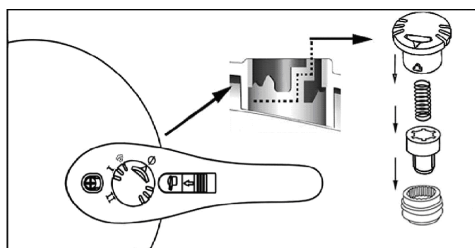

Fig.13
Die spezielle Demontage wird wie folgt durchgeführt: (Abb.13)
- Schalten Sie das Betriebsventil in die Stellung « $\odot$ », bauen Sie es aus und demontieren Sie die Teile in der Reihenfolge; in der in Abb. 13 gezeigten Reihenfolge demontieren und anschließend reinigen; den Deckel umdrehen und die Dichtungsscheibe reinigen. Nach der Reinigung werden sie in umgekehrter Reihenfolge wieder eingebaut.
- Arbeitsdruckventil: Das Druckventil von Hand ausbauen und reinigen (siehe Abb.13).